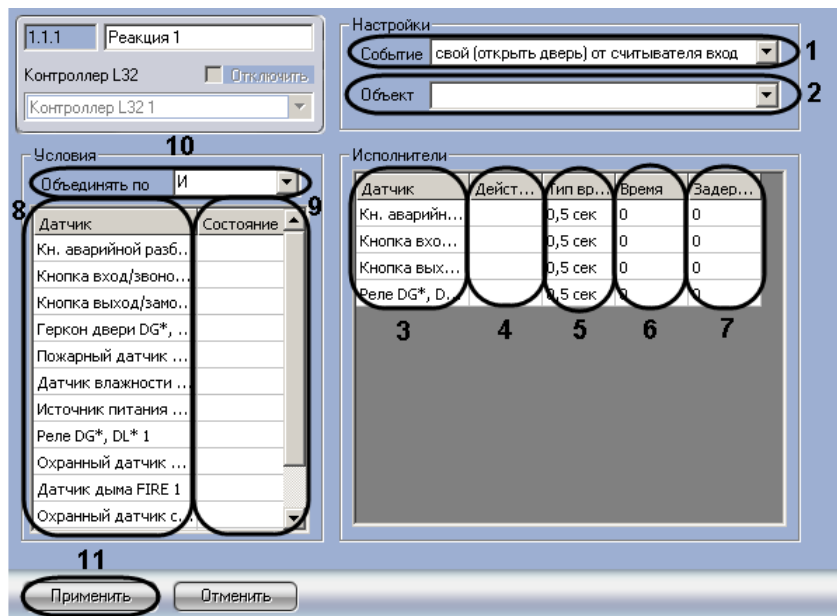

Рис. 3.3—15 Настройка реакции
2. Из раскрывающегося списка **Событие** выбрать событие, которое должно произойти для выполнения данной реакции (см. Рис. 3.3—15, 1).
3. Из раскрывающегося списка **Объект** выбрать тип объекта, который должен являться источником события (см. Рис. 3.3—15, 2). В случае, если выбрано пустое значение, будет обрабатываться событие заданного типа, пришедшее от любого объекта.